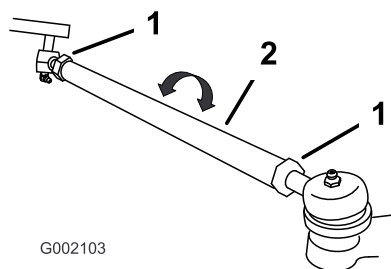

Figura 45
7. Se a medição obtida não se situar entre 0 e 6 mm, desaperte as porcas de retenção nas extremidades das barras (Figura 45).